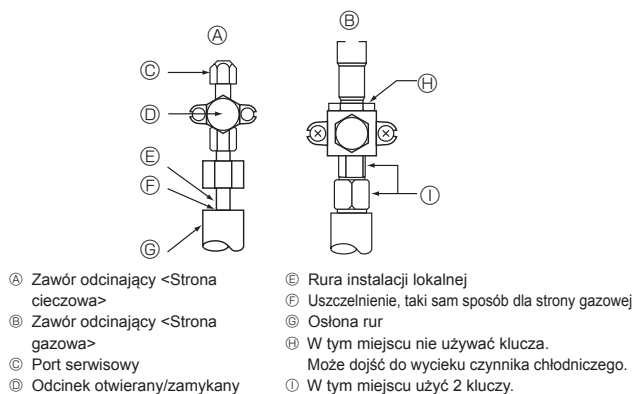

Fig. 4-5
4.4. Metoda testowania szczelności rur czynnika chłodniczego (Fig. 4-5)